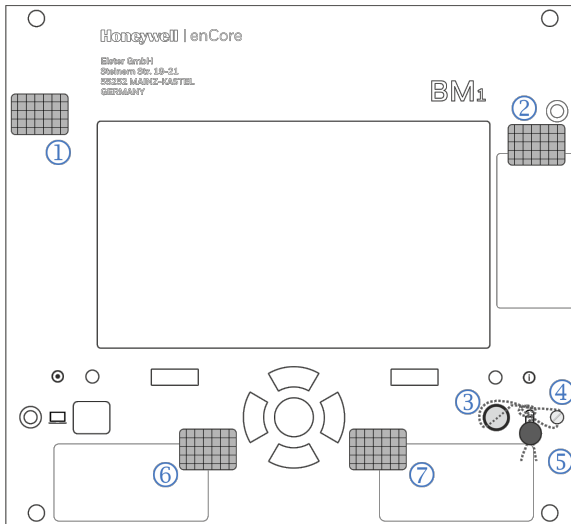
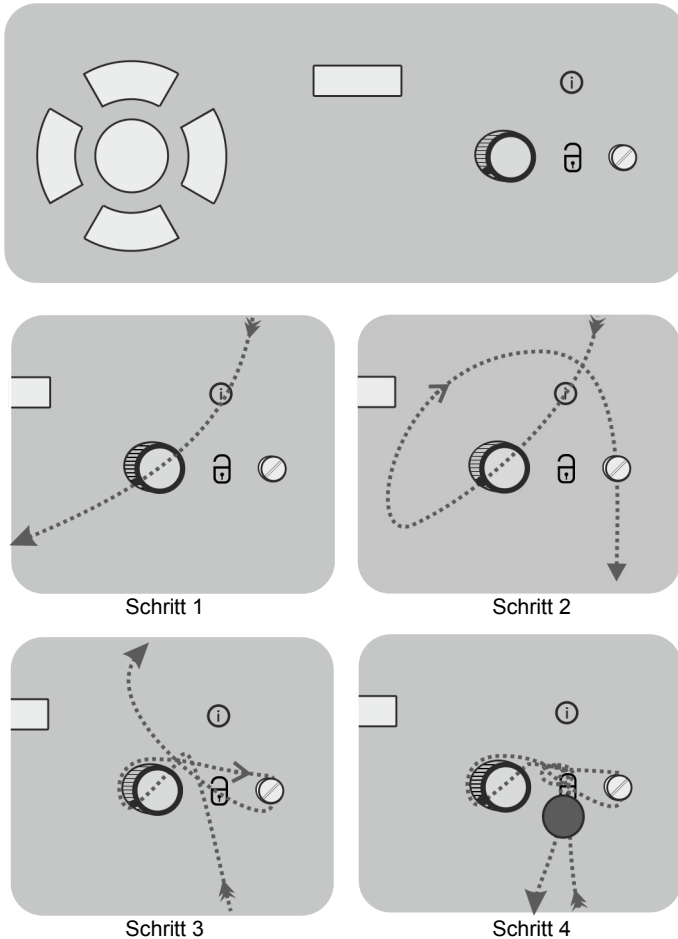

Abb. 5: Versiegelung BM1 Front (1/3 Baubreite)
Abb. 6: Plombierung des Eichschalters in 4 Schritten
- ① Sicherungsmarke, sichert eine Gehäuseschraube
- ② Sicherungsmarke, sichert das Typenschild für das Belastungsregistriergerät
- ③ Eichschalter (plombierbar)
- ④ Plombierschraube
- ⑤ Plombierdraht mit Plombe (detaillierte Beschreibung der Verplombung siehe Abb. 6)
- ⑥ Typenschild Brennwertmengenumwerter (Teil 1), gesichert mit Sicherungsmarke
- ⑦ Typenschild Brennwertmengenumwerter (Teil 2), gesichert mit Sicherungsmarke
Der Eichschalter ③ wird geschlossen, indem man ihn im Uhrzeigersinn bis zum Anschlag dreht. Die Sicherung des Eichschalters mit Plombierdraht und Plombe erfolgt gemäß Abb. 6. Dabei muss darauf geachtet werden, dass der Plombendraht straff gezogen und die Plombe möglichst dicht am Knoten gesetzt wird, damit kein Spielraum zur Drehung des Eichschalters möglich ist.
Die Versiegelung der Frontseite eines Gerätes in 1/2 Baubreite ist entsprechend (vgl. Abb. 5: Plombendraht und Plombe für das Sichern des Eichschalters gemäß ③, ④, ⑤ (Anleitung siehe Abb. 6), Sicherungsmarke für das Sichern der linken oberen Gehäuseschraube gemäß ① sowie Sicherungsmarken für das Sichern der Typenschilder gemäß ②, ⑥, ⑦).